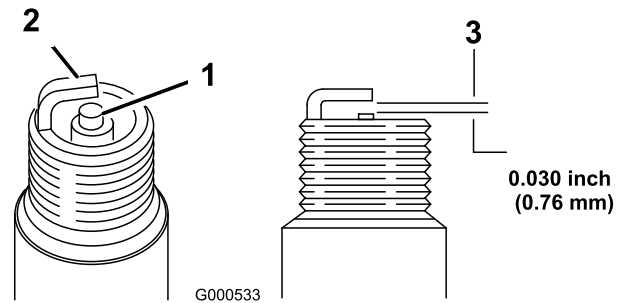

Figura 29
5. Fije el hueco entre los electrodos en 0.76 mm (0.030 pulgadas) (Figura 29).